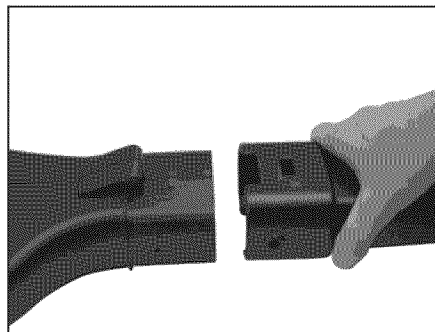

Figura 1 - Inserción del tubo de la sopladora en su sitio
1. Deslice por completo el tubo de la sopladora sobre la salida que está frente a la caja de la sopladora, con el extremo curvado del tubo de la sopladora mirando hacia arriba. (via la Figura 1)